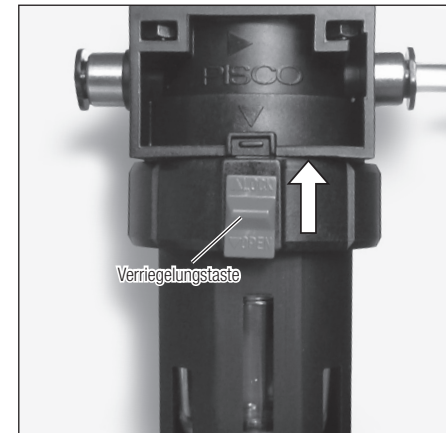

Abb. 39
- 12) Bewegen Sie die rote Verriegelungstaste auf "▲ SCHLIESSEN" zum Verriegeln (Abb. 39).